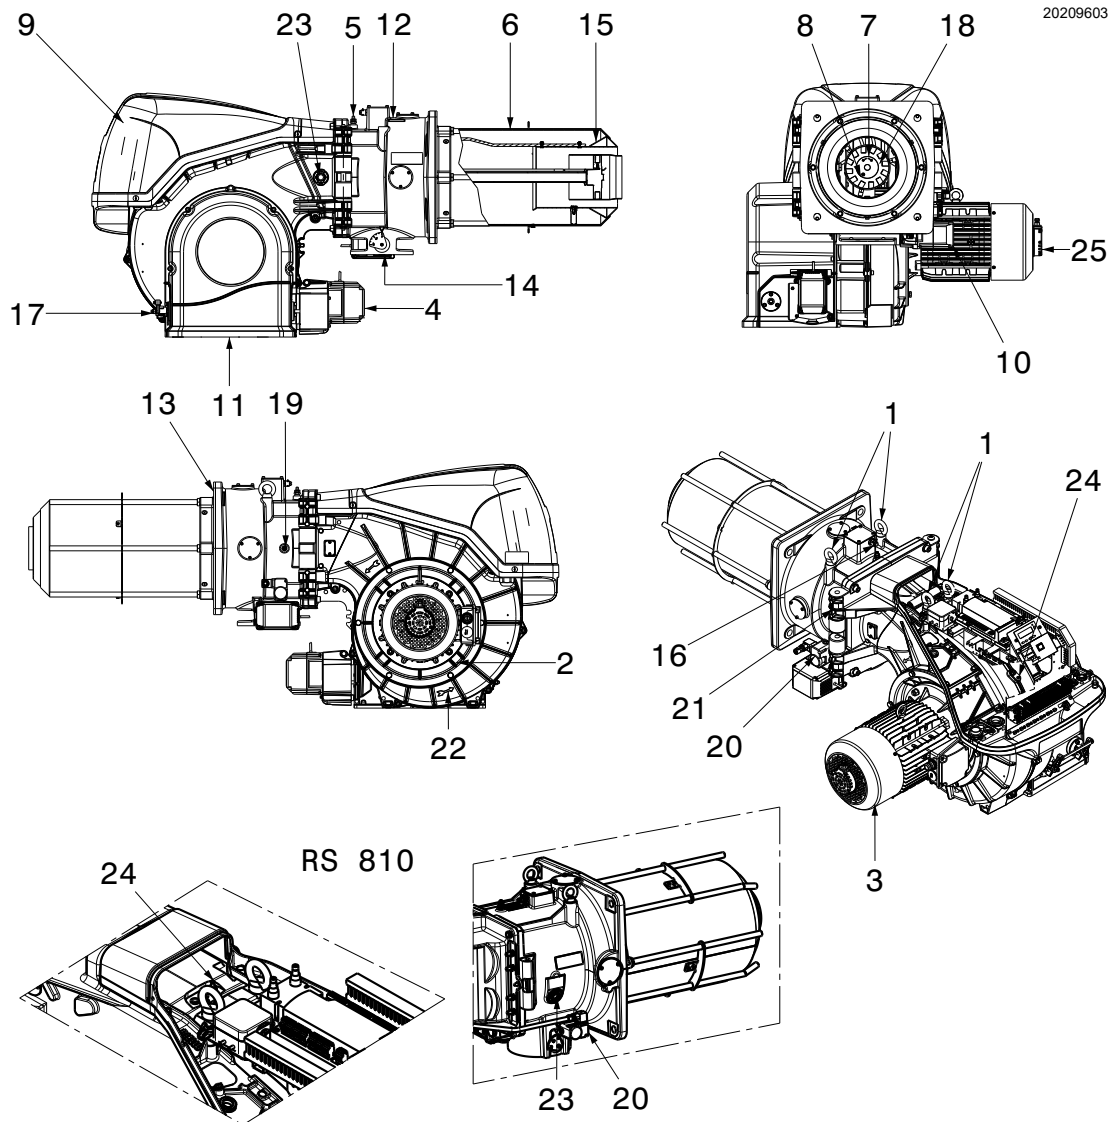

Fig. 5
- (1) Condizioni di riferimento: Temperatura ambiente 20°C - Temperatura gas 15°C - Pressione barometrica 1013 mbar - Altitudine 0 m s.l.m.
- (2) Pressione alla presa 5)(Fig. 5 a pag. 11) con pressione zero in camera di combustione ed alla potenza massima del bruciatore.
- (3) Pressione sonora misurata nel laboratorio combustione del costruttore, con bruciatore funzionante su caldaia di prova, alla potenza massima. La Potenza sonora è misurata col metodo "Free Field", previsto dalla Norma EN 15036, e secondo una accuratezza di misura "Accuracy: Category 3", come descritto dalla Norma EN ISO 3746.
sostituire il pressostato di massima GW 500 (Fig. 5 a pag. 11) installato sul bruciatore con il pressostato GW 150 fornito a corredo